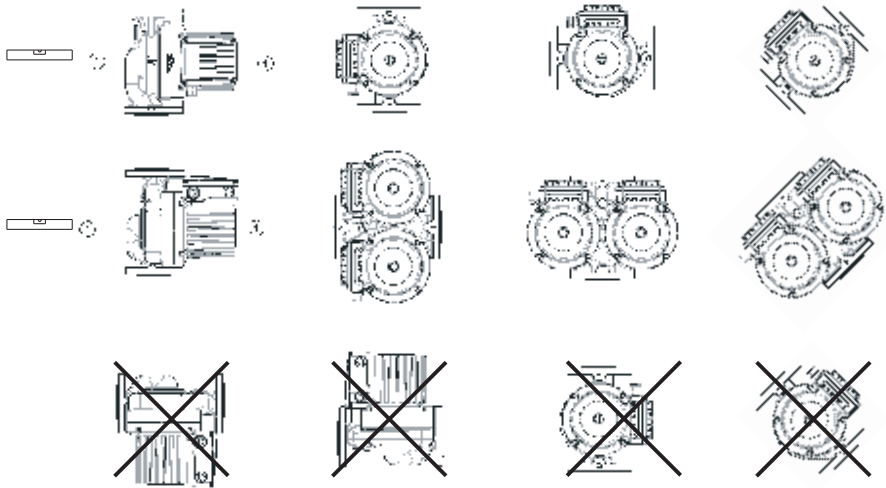

fig. 1
- la pompa va montata direttamente nelle tubature mantenendo orizzontale l'asse della pompa 1-1 (fig. 1).
Nelle pompe di tipo GHN (basic, auto), GHND (basic, auto), GHNM (basic, auto), GHNMD (basic, auto) il rotore è immerso nell'acqua e posto su particolari cuscinetti lubrificati con l'acqua e perciò prima dell'avviamento bisogna riempire la pompa con l'acqua ed eliminare l'aria. L'aria va eliminata dalle pompe svitando la vite sul lato posteriore dell'elettromotore (fig. 1 - POS. 5) che determina l'uscita dell'aria attraverso la fessura tra l'albero del motore ed il cuscinetto. Quando comincia a uscire l'acqua bisogna chiudere le valvole dal lato dell'aspirazione e quello della pressione della pompa e avviare la pompa. Se l'albero gira nella direzione sbagliata comincerà a lampeggiare l'indicatore rosso.